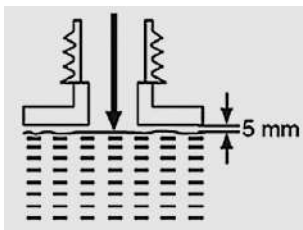

Рис. 36
- Заполните правильно смешанное топливо в бак с помощью топливной воронки, оснащенной фильтром, чтобы избежать попадания мусора в бак. Не допускайте переполнения и оставьте примерно 5 мм пространства между верхней частью топливного бака и верхним уровнем топлива для обеспечения расширения (рис. 36).